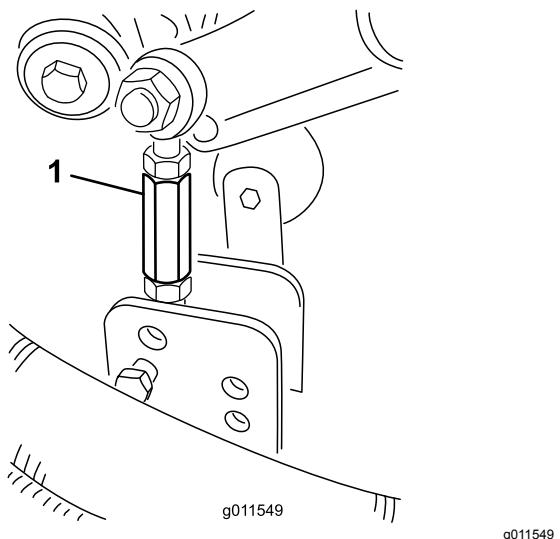

Figura 27
- Retire los pasadores de horquilla y las chavetas que fijan los acoplamientos de los amortiguadores a los soportes de la carcasa de corte (Figura 27).